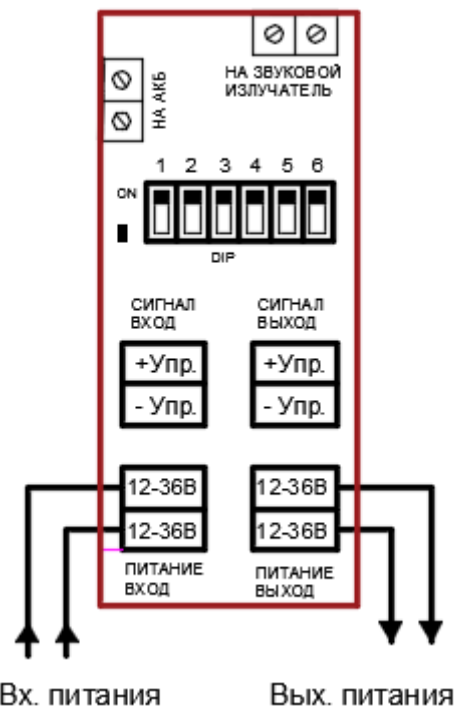

Рисунок 3 – Схема 2-х проводного подключения оповещателя пожарного взрывозащищенного ТСВ 12÷36В. Номинал управляющего сигнала: 12÷36В DC, 12÷28В AC.
3.2 НАЗНАЧЕНИЕ ПЕРЕКЛЮЧАТЕЛЕЙ DIP («1-6»), рис. 3 – 8:
• произвести подключение проводов в соответствии со схемами подключений рис. 3 – 6 настоящего РЭ. В оповещателе использованы нажимные клеммы для проводов, сечением до 2,5 мм². Для подключения оповещателя использовать кабели с медными жилами, сечением не менее 0,75 мм².